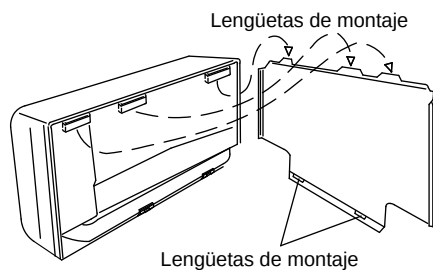

Fig. 3-26
1. Al fijar la unidad interior, coloque la unidad interior en las ranuras de fijación de la parte superior del panel posterior. (Fig. 3-26)